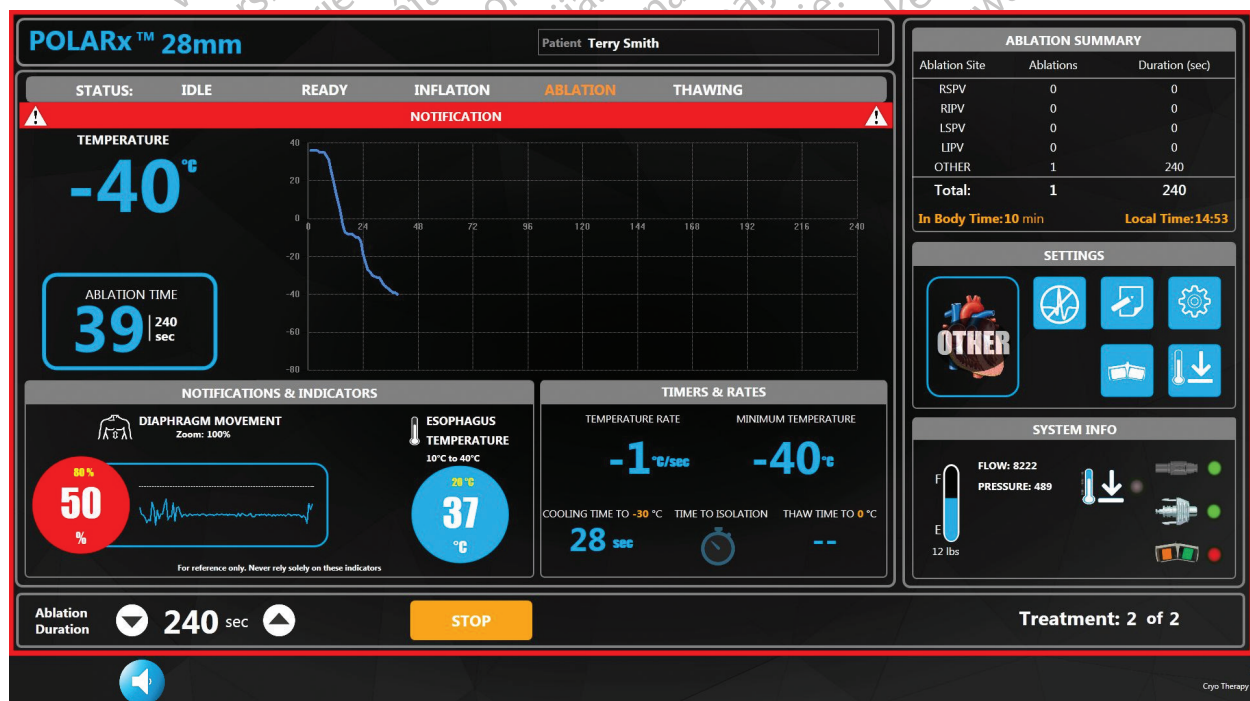

Figura 9. Alertă privind senzorul de mișcare a diafragmei
- f. Selectați valoarea numerică de lângă **Diaphragm Sensor Limit** (Limită senzor diafragmă). Setati limita senzorului de diafragmă la procentul dorit utilizând săgețile sus/jos. Când procentul ajunge la pragul setat pentru acest câmp, afișajul senzorului diafragmei pe ecranul de terapie își schimbă culoarea în roșu și începe să clipească, un contur roșu în jurul ecranului clipește și bara de titlu a graficului de temperatură clipește în culoarea roșie și este însoțită de un semnal sonor (Figura 9). Alerta poate fi afișată în timpul fazelor de ablație.
- Datele mișcării diafragmei vor fi ilustrate pe graficul Diaphragm Movement (Mișcării diafragmei), iar amplitudinea actuală va fi afișată ca procent. Procentul se bazează pe răspunsul măsurat la începutul fazei de ablație și va scădea pe măsură ce răspunsul pacientului la semnalul de stimulare scade. În cazul în care procentul ajunge la valoarea setată, procentul curent al mișcării diafragmei apare într-un cerc roșu și clipește, va clipi un contur roșu în jurul ecranului, iar bara de titlu a graficului de temperatură va clipi în culoarea roșie și va fi însoțit de o notificare sonoră (Figura 9). Alerta apare în timpul fazelor de ablație. Dacă valoarea DMS este mai mică decât setarea de sensibilitate DMS, graficul DMS va indica „No pacing Detected” (Nu s-a detectat niciun pacing). Graficul DMS are o linie albă care se ajustează la valoarea medie DMS văzută.